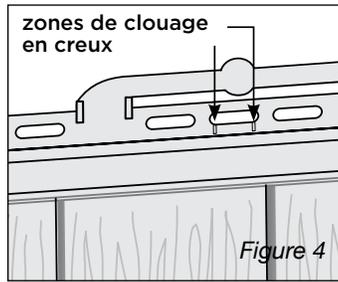

Figure 4
3. Fixez le panneau au mur en clouant d'abord à travers le trou central rond de la bande de clouage en haut du panneau. Continuez à clouer le panneau avec 5 clous : un dans la fente de clouage de l'extrémité droite et un à chaque zone de clouage en creux (figure 4). Laissez un espace de 1/8 po à 1/16 po (0,32 cm à 0,16 cm) entre les têtes de clous et le panneau pour permettre une certaine liberté de mouvement lors des expansions et contractions normales.